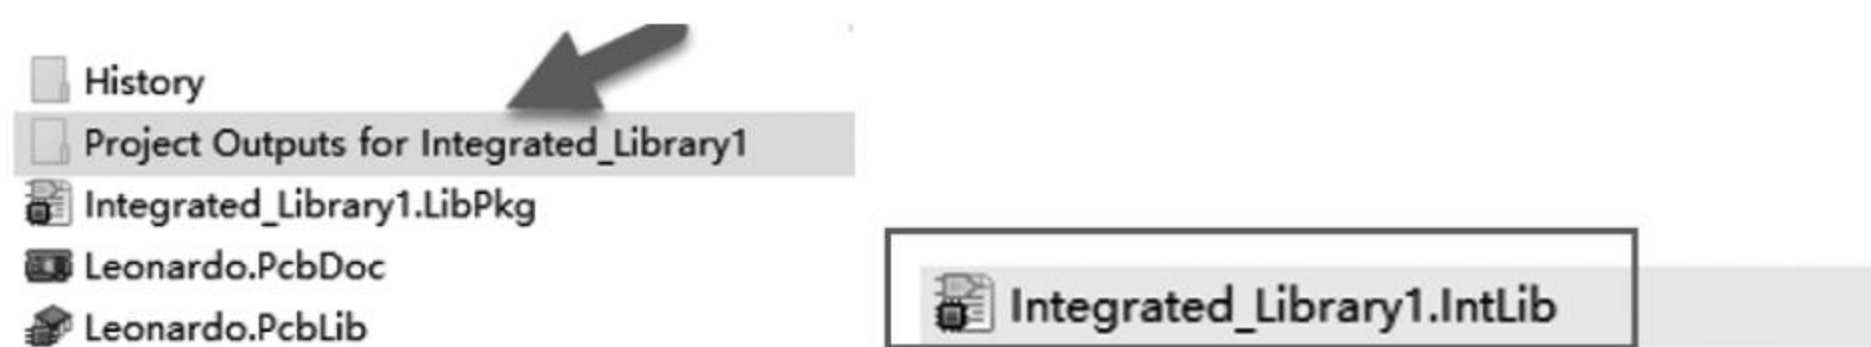

图 3-75 得到集成库文件
(6) 在集成库保存路径下,在 Project Outputs for Integrated\_Library1 文件夹中得到集成库文件 Integrated\_Library1.IntLib,如图 3-75 所示。